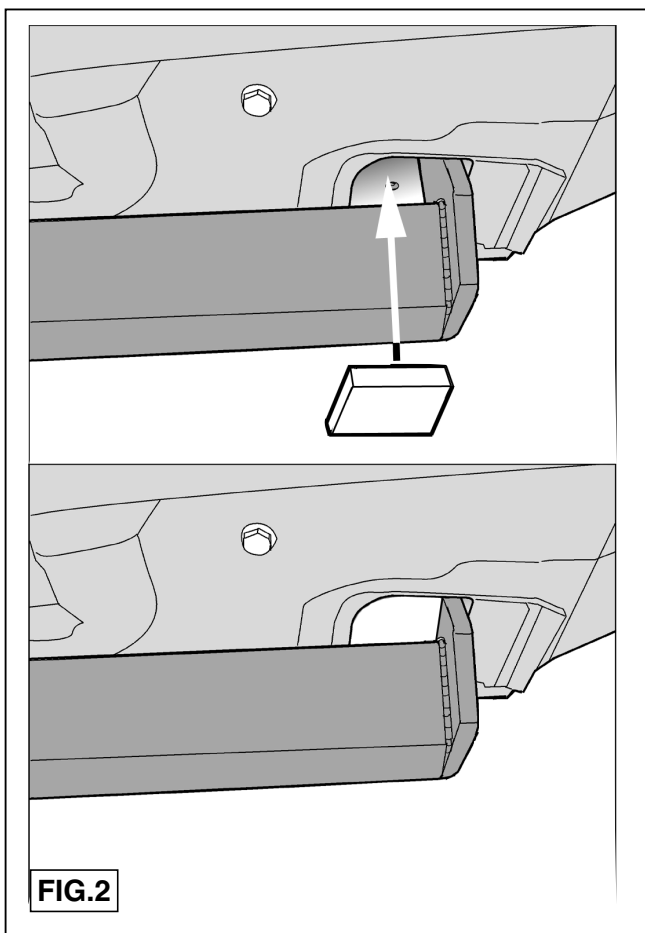

FIG.2
6. Plaats de twee PE schuimblokken als afdichting in de chasisbalken (zie fig. 2).
6. Place the two PE foam blocks as sealing on the chassis members (see fig. 2).
6. De två PE-skumblocken placeras som tätning i chassibalkarna (se fig. 2).
6. Anbring de to PE skumgummistykker til at tætné chassisvangerne med (jævnfør fig. 2).
6. Impiegare i due blocchi di polistirolo espanso per chiudere i montanti del telaio (vedi fig. 2).
6. Dwa bloki z pianki PE wykorzystać jako uszczelnieni i umieścić w podłużnicach rys.2.